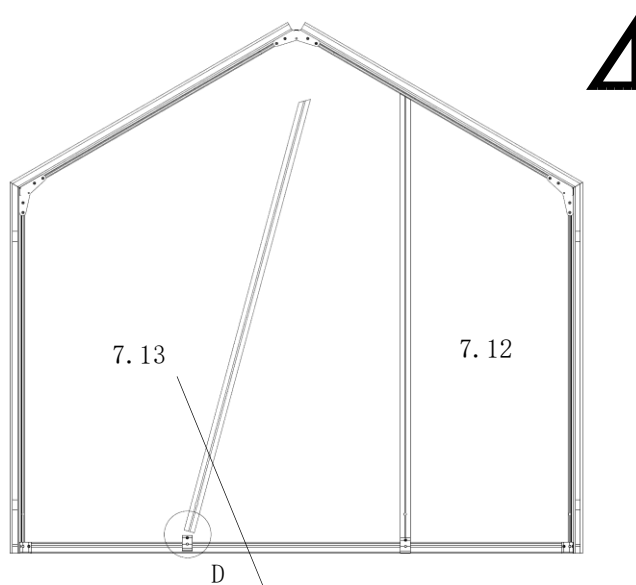

Abb. 36
- Verschraubungen (Pos. SM2/U4/SM30) werden handfest angezogen! (Abb. 36)